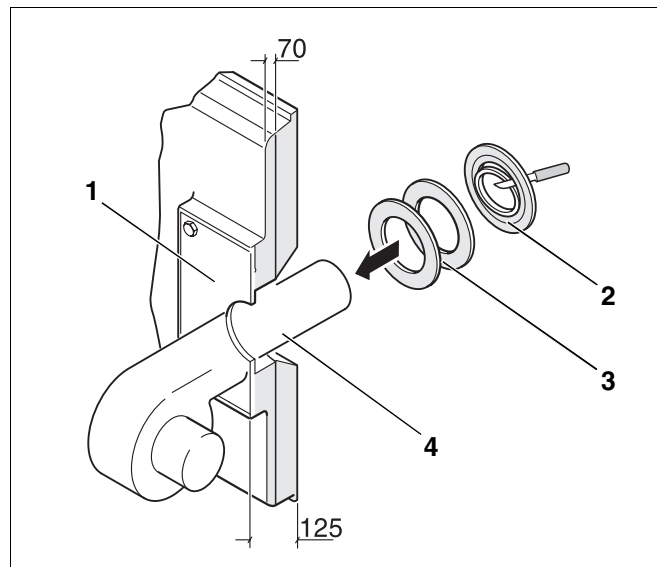

Рис. 28 Установка горелки
- В пластине под горелку (рис. 28, **поз. 1**) на месте монтажа просверлить или вырезать автогенном отверстием в соответствии с требуемым диаметром трубы горелки (диаметр макс. 270 мм). Отверстия для крепления горелки просверлить в соответствии с расположением отверстий на присоединительном фланце горелки.
- Вырезать изолирующие кольца в соответствии с диаметром трубы горелки (рис. 28, **поз. 2**).
- Уложить в щель между теплоизоляцией дверцы горелки и трубой горелки (рис. 28, **поз. 4**) соответствующие изолирующие кольца (рис. 28, **поз. 3**).